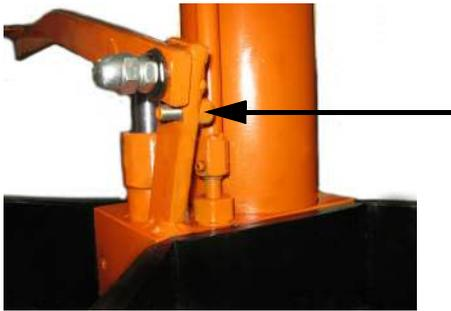

Abb. 3: Montage Anschlag-Schraube am Pedal
Schritt 5: Montieren Sie bei den Modellen GH 600 / 1500 PRO die Schraube (Abb. 3) am Pedal. Die Schraube dient als Anschlag für das Pedal, zudem wird der Kolbenweg begrenzt.